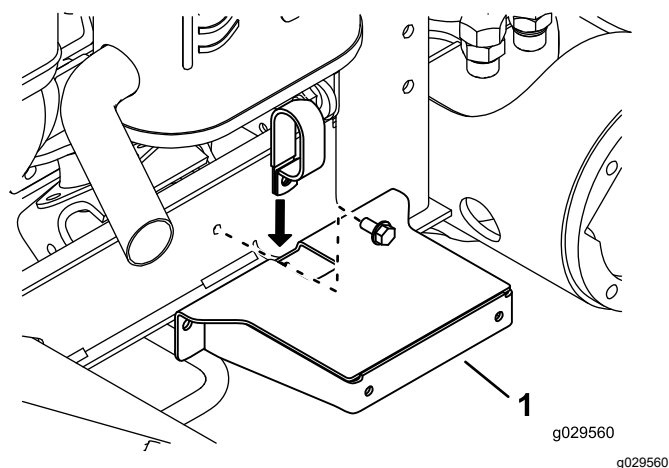

Figura 18
5. Insira a parte de baixo da braçadeira de tubos na ranhura na parte de cima do guarda-lamas (Figura 18).
11. Monte, sem apertar, a braçadeira de tubos e guarda-lamas no canal da estrutura com a braçadeira de tubos, parafuso e porca (consulte Figura 18).